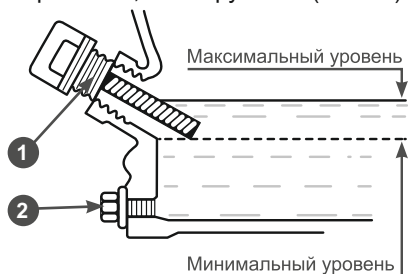

Рис. 12 Проверка уровня масла в картере
- Установите крышку-щуп в отверстие горловины, не закручивая (Рис.12).
Максимальный уровень масла в картере соответствует нижней кромке заливного отверстия (Рис. 12).
- Протрите щуп насухо и вставьте в отверстие горловины, не закручивая (Рис. 12).
- При недостаточном уровне масла в картере необходимо долить чистое масло до верхней отметки на щупе, что соответствует нижней кромке заливного отверстия (Рис.12).